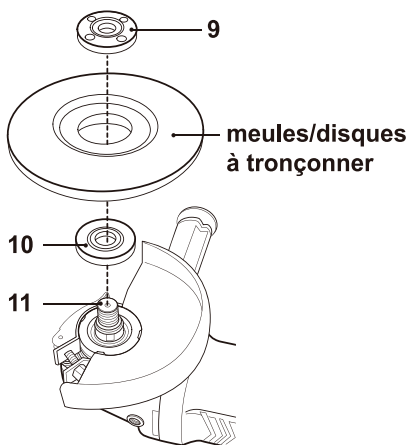

Fig. 12
- > Placez la meule/disque à tronçonner sur la broche, avec l'étiquette orientée vers l'appareil. Le trou situé sur le disque doit se positionner sur la broche et s'ajuster exactement à la partie saillante de la contre-bride [10]. (Fig. 12)